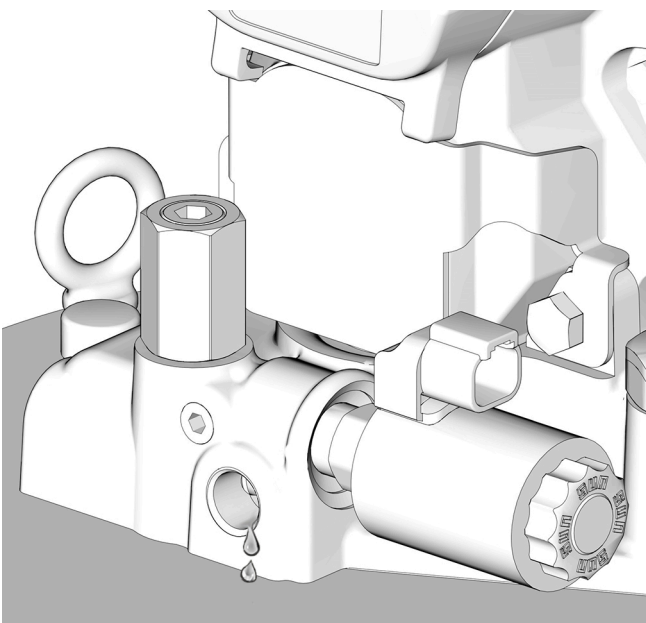

図 19
1. タンク (K) が満杯に充填された後に、高圧潤滑剤供給ライン (D) をアウトレットから取り外してください。
2. ポンプ (B) へ電源を接続してください。
3. エアがすべて排出され、液体流量が継続的になるまで、ポンプ (B) を始動し、稼働してください (図 19)。